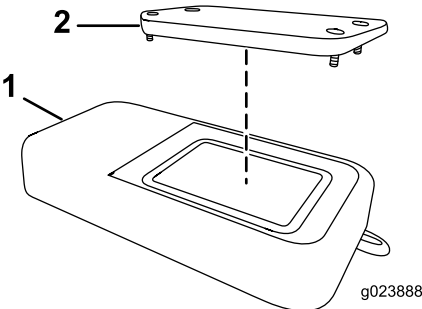

Figura 56
2. Retire la tapa (Figura 56).